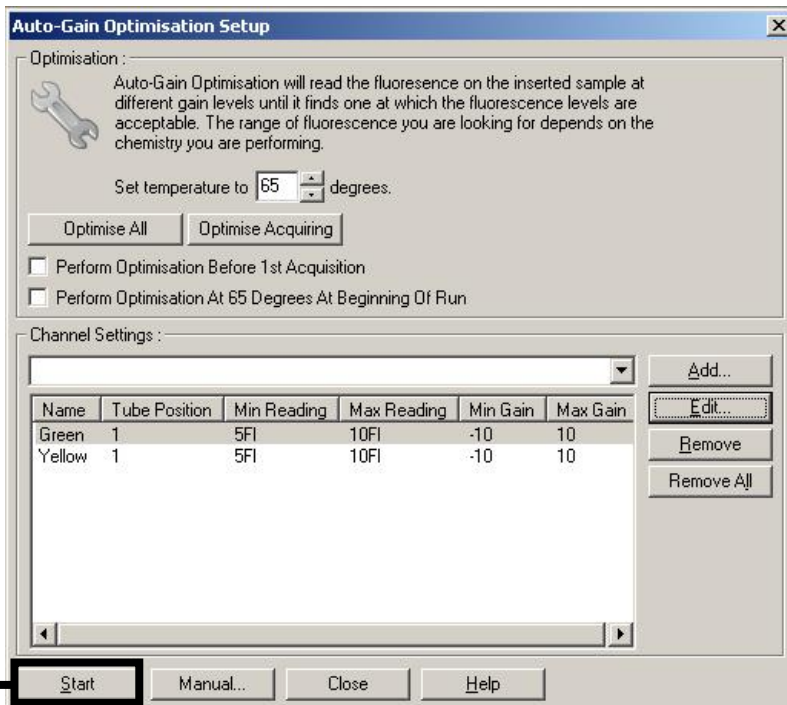

Abbildung 3. Starten der Verstärkungsoptimierung.
- Klicken Sie auf **Start**, um mit der Optimierung der Verstärkung für den ersten *artus* Assay zu beginnen (siehe Abb. 3).